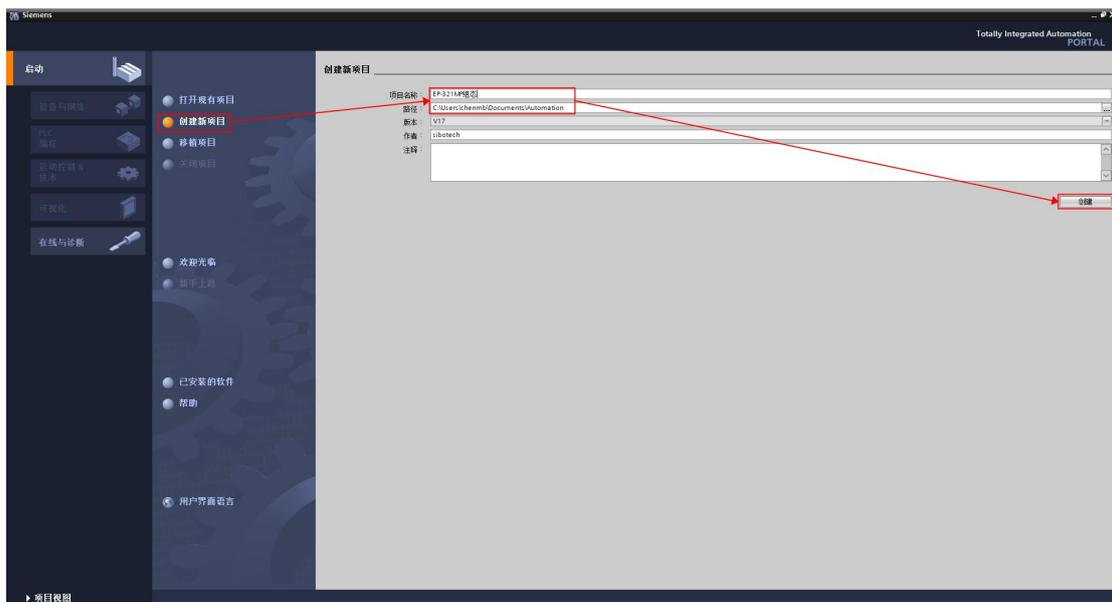

图 1 创建新项目
1. 双击图标  打开 TIA Poetal v17 软件, 进入软件后点击左侧“创建新项目”, 设置完成项目名称和保存路径等信息后, 点击“创建”, 如图 1 所示: